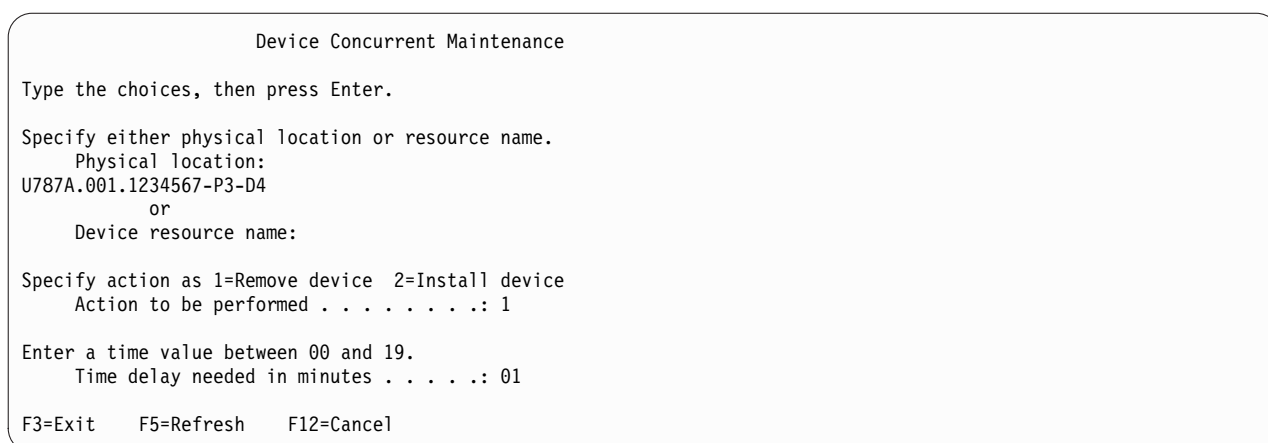

Figure 85. Exemple d'écran Device Concurrent Maintenance
16. Dans l'outil Hardware Service Manager, accédez à l'option **Select Device Concurrent Maintenance**. Appuyez sur Entrée. L'écran Device Concurrent Maintenance s'affiche (voir figure 85, à la page 95).